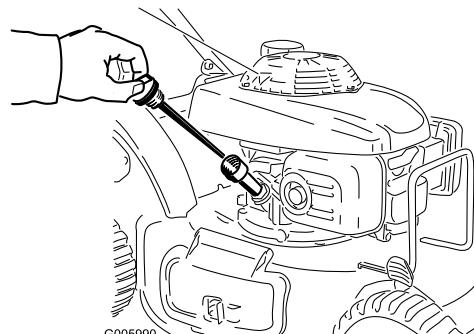

Figure 12
1. Retirez la jauge (Figure 12).
2. Versez de l'huile **avec précaution** dans le tube de remplissage d'huile, en vérifiant régulièrement le niveau sur la jauge, jusqu'à ce que la jauge indique que le moteur est plein, comme indiqué à la Figure 12. **Ne remplissez pas excessivement.** (Remplissage max. : 0.55 l, type : huile détergente SAE 30 de classe de service API , SH, SJ, SL ou supérieure.)